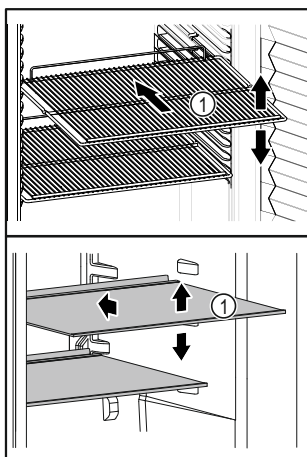

Fig. 62 Ilustrační zobrazení
- ☐ Pokud jsou odstavné plochy Fig. 62 (1) přemístitelné, přizpůsobte je vždy na danou výšku.